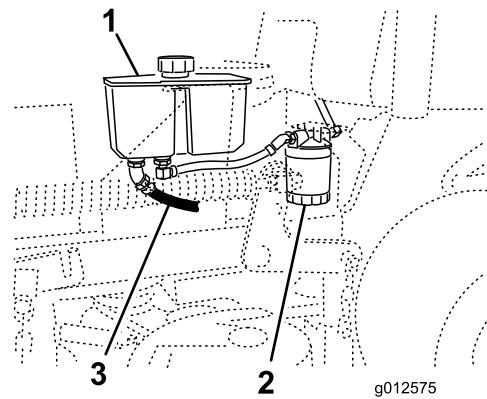

図 73
4. 油圧オイル・タンクの下にある前油圧ホースを探し出し、その下にオイル受け容器を置く(図 73)。